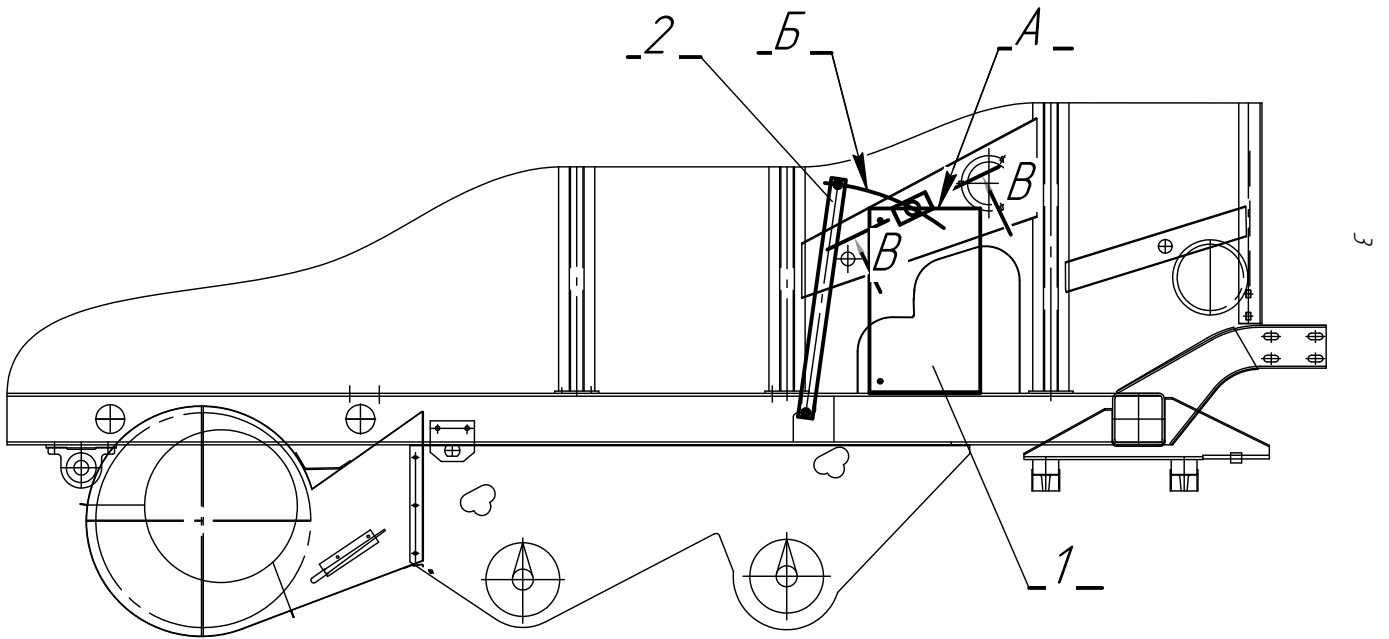

Рис. 4
- с помощью приспособления (см.рис.4, поз.1 и поз.2) конструкции ООО «Новатор-Плюс» разметить и на пересечении линий А и Б (рис.4) корончатым сверлом Ф35мм выполнить 2отв. в панелях молотилки. Обработка производится с внутренней стороны панелей;